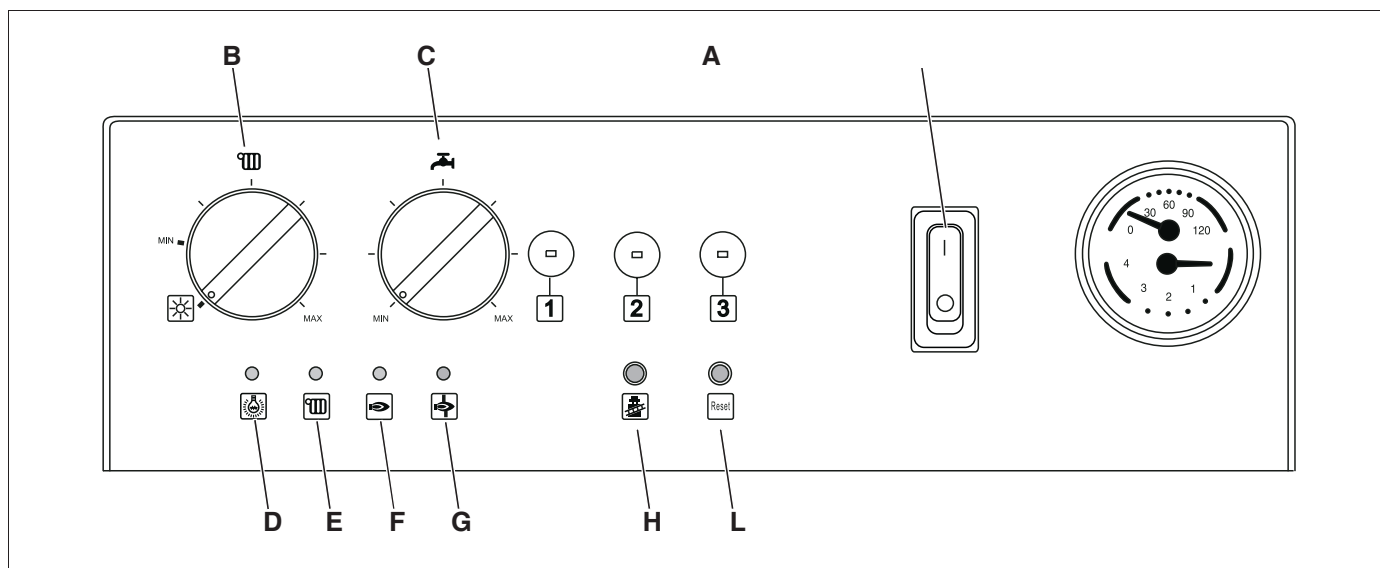

Fig. 1 Unità di servizio
Interruttore di esercizio (fig. 1, pos. A)
Commutatore girevole per l'esercizio estivo e la regolazione della temperatura di mandata (fig. 1, pos. B)
Se il commutatore girevole è in posizione ☀, la caldaia produce esclusivamente acqua calda. Questo si ottiene regolando opportunamente il commutatore girevole (fig. 1 pos C).
Regolazione della temperatura dell'acqua calda e protezione antigelo (fig. 1, pos. C)
Il commutatore girevole (fig. 1, pos. C) deve stare nella posizione . Ove viene escluso il circuito sanitario.
Se il commutatore girevole è in posizione , il circuito sanitario della caldaia viene escluso (in questo caso non viene prodotta acqua calda). Se contemporaneamente il commutatore girevole (fig. 1, pos. B) si trova in posizione , viene attivata la funzione protezione antigelo dell'accumulo esterno.
LED "Avviso di esercizio" (verde) (fig. 1, pos. D)
LED "Esercizio di riscaldamento" (verde) (fig. 1, pos. E)
LED "Presenza fiamma" (verde) (fig. 1, pos. F)
LED "Disfunzione del bruciatore" (rosso) (fig. 1, pos. G)
Tasto "Reset" (fig. 1, pos. L)
**Tasto "SPAZZACAMINO" (fig. 1, pos. H)**
Per il funzionamento ruotare la manopola contrassegnata con il simbolo radiatore, vedi figura in alto (fig. 1, **pos. B**) fino ad ottenere la temperatura desiderata nell'impianto di riscaldamento.
Per l'**esercizio estivo** della caldaia ad esclusivo uso per la produzione d' acqua calda sanitaria, portare il commutatore girevole (fig. 1, **pos. B**) nella posizione  e regolare la temperatura dell'acqua calda con la manopola contrassegnata con il simbolo rubinetto (fig. 1, **pos. C**).
Arrestare la caldaia agire sull'interruttore generale (fig. 1, **pos. A**).